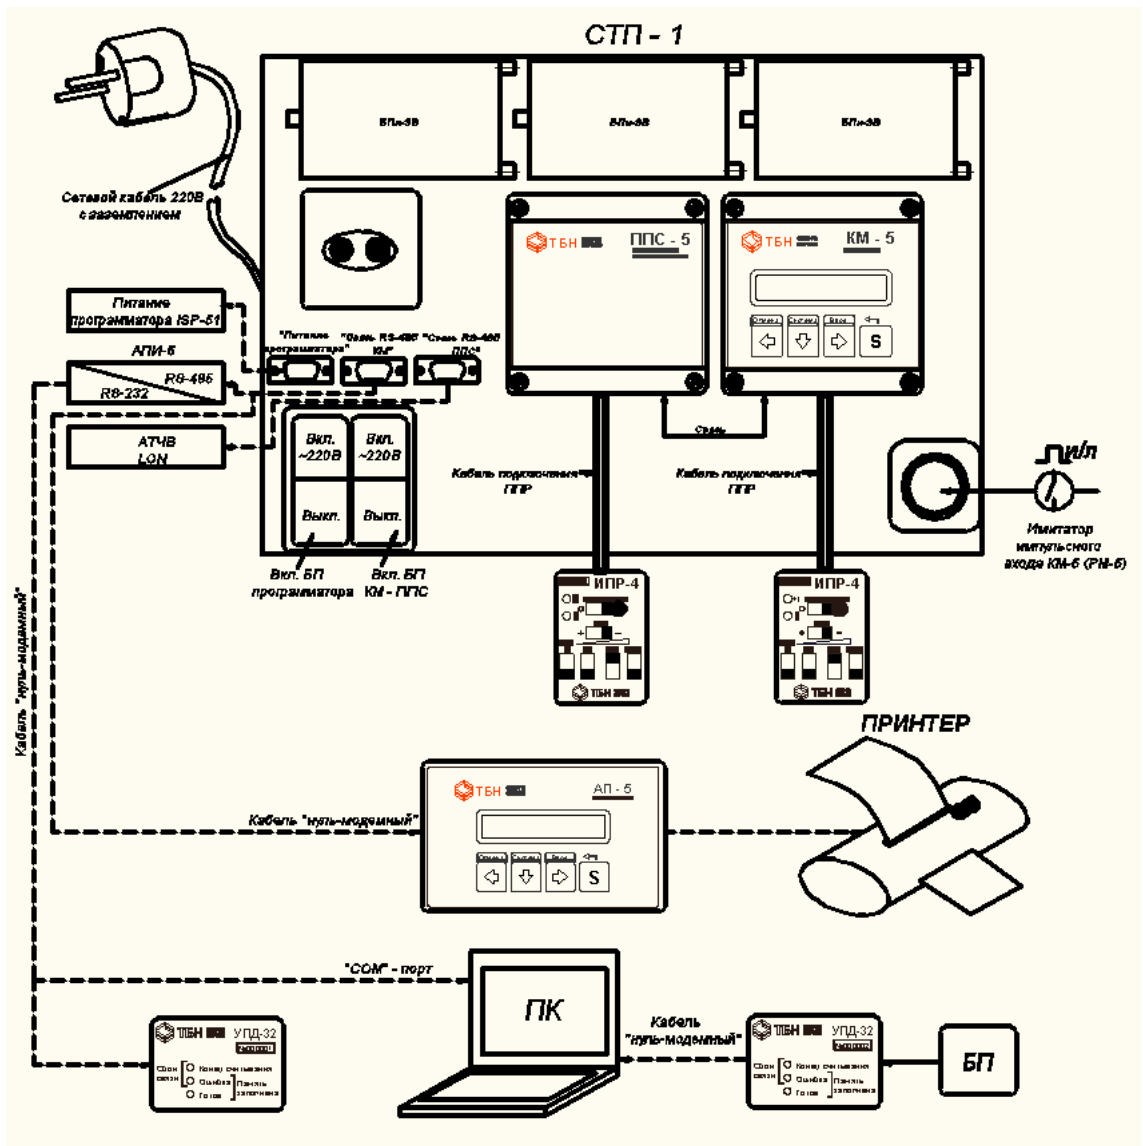

Рисунок 1— Схема внешних соединений СТП-1
- в основном меню ЭБ КМ войти в показания **Ви** (накопленный расход по импульсному входу). На СТП-1 произвести многократное нажатие кнопки «**Имитатор импульсного входа КМ**» (приложение А, рисунок 1). При каждом нажатии кнопки накопленный расход **Ви** будет увеличиваться, с нарастающим итогом в соответствии с установленной величиной импульса **Ки1**, м³/имп.